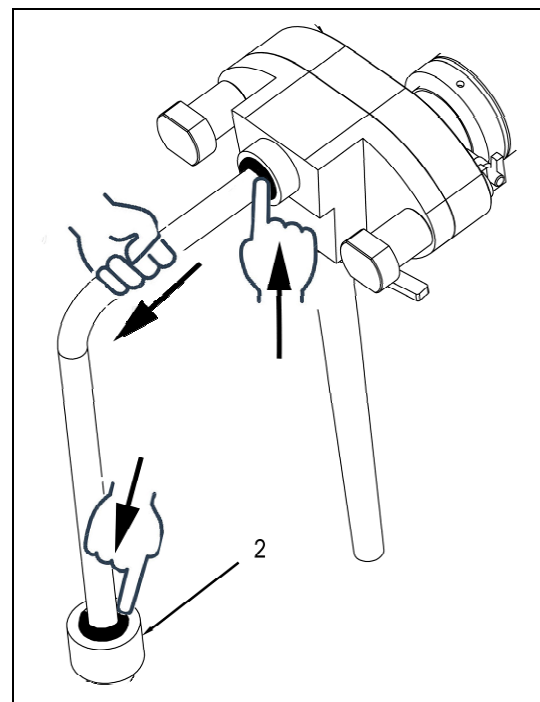

Fig. 2
- **D**esmontar el tubo de impulsión de la bomba utilizando la tecnología de desenganche rápido pulsando simultáneamente el collar oscuro hacia dentro y con la otra mano extraer el tubo (fig.2).
- **R**epita la misma operación para desmontar el tubo del racor de la cubeta 2 (fig.2).
- **A**floje el racor de la cubeta para desmontarlo (fig.2).